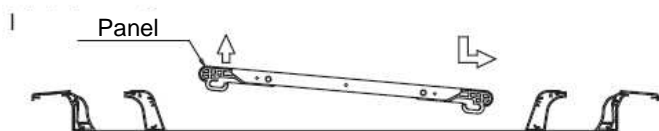

Fig.5-9
- 1) Unieś jedną stronę panelu (nie ma znaczenia którą stronę panelu uniesiesz) a następnie przesuń go w bok, drugą stronę obróć do dołu, tak jak pokazano to na rysunku Fig.5-9.